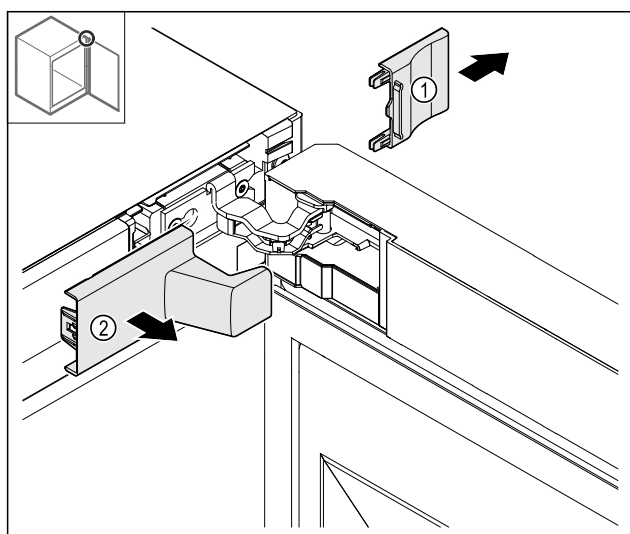

Fig. 14
- Abdeckung Fig. 14 (1) und dann Fig. 14 (2) entfernen.